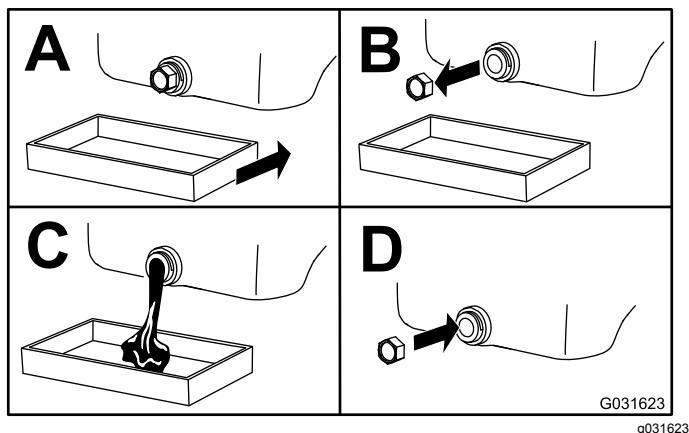

Figura 47
3. Mude o óleo do motor conforme indicado na Figura 47.